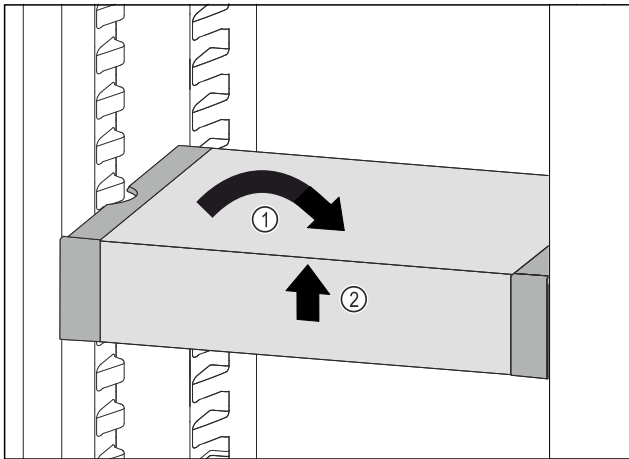

Fig. 130
- ▶ VarioSafe postavte rovno. Fig. 130 (1)
- ▶ VarioSafe nadvihnite vpredu. Fig. 130 (2)